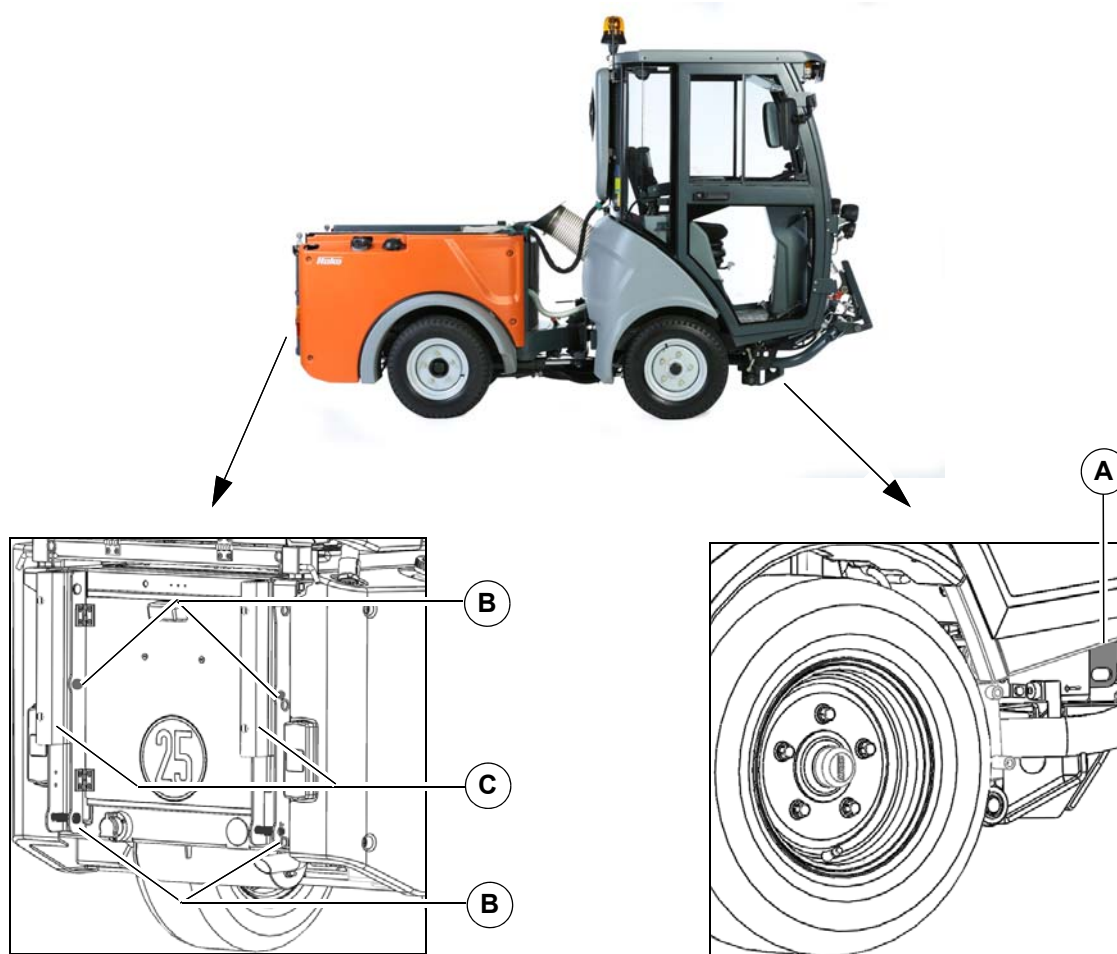

Fig. 57:
- Amarrer le véhicule à l'avant aux œillets **Fig. 57-A** du châssis du véhicule.
- Amarrer le véhicule à l'arrière au boulon **Fig. 57-B** dans le cadre. Si nécessaire, retirer les amortisseurs de choc **Fig. 57-C**.